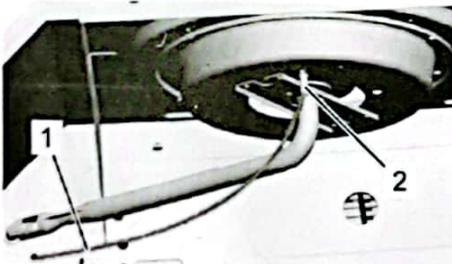

Abb. 3
6. Zündkabel (Abb. 3/1) mit Zündader unterhalb des Seitenbrenners aufstecken.